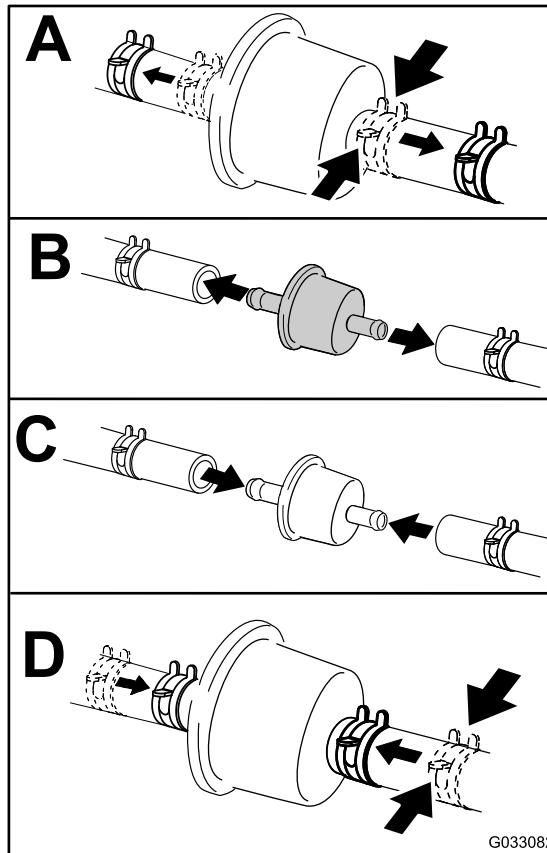

Figure 28
3. Remplacez le filtre en ligne (Figure 28).